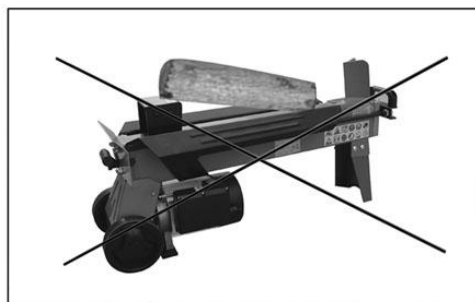

Fig. 8
**Libertar troncos encravados (Fig. 8)**